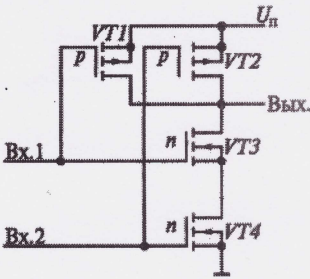

Рисунок 1
- Принцип работы ИМС для двух характерных состояний сигналов на входах логического элемента серии КМОП (рисунок 1)